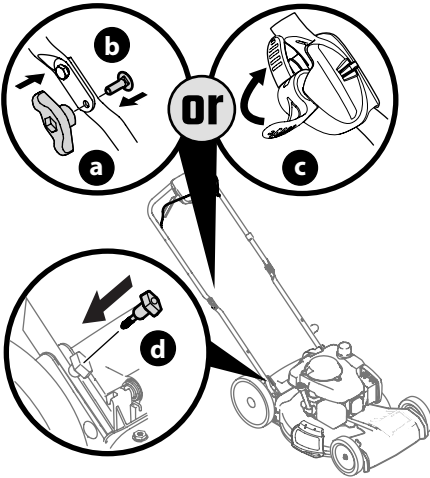

Figura 8
4. Vuelva a ajustar las perillas o las tuercas de aletas (a) y los pernos de carro (b) que se extrajeron en el PASO 2 en los orificios inferiores de la manija o trabe las palancas de liberación de la manija EZ-fold (c) (Figura 8).